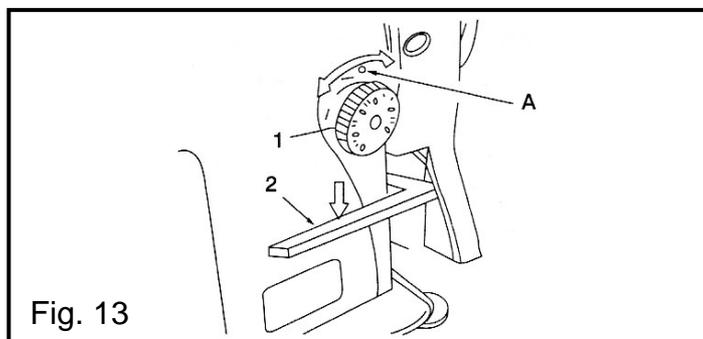

Fig. 13
7. AJUSTE DO COMPRIMENTO DO PONTO (FIG. 13)